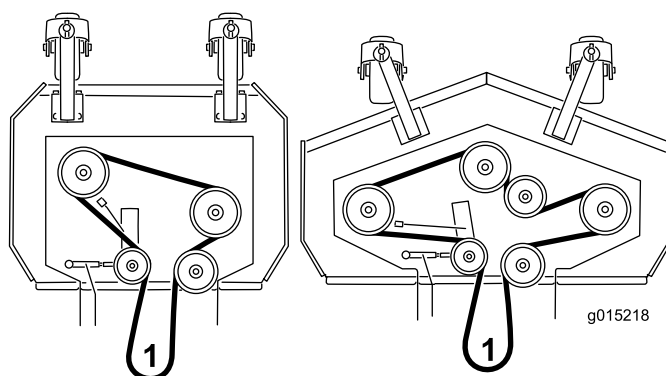

Figura 5
6. Consulte el enrutado de la correa de transmisión de la carcasa (Figura 5); consulte la sección Ajuste de la tensión de la correa del cortacésped del *Manual del operador* para ajustar la correa de transmisión de la carcasa.